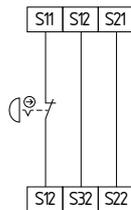

Fig. 12
**Circuito de paro de emergencia de un canal con pulsadores según DIN EN ISO 13850 (EN 418) y EN 60947-5-5 (véase fig. 12)**